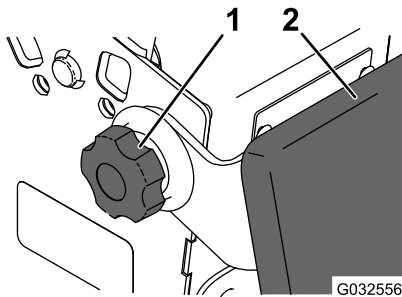

Figure 18
2. Desserrez les boutons rotatifs de chaque côté de la machine (Figure 18).